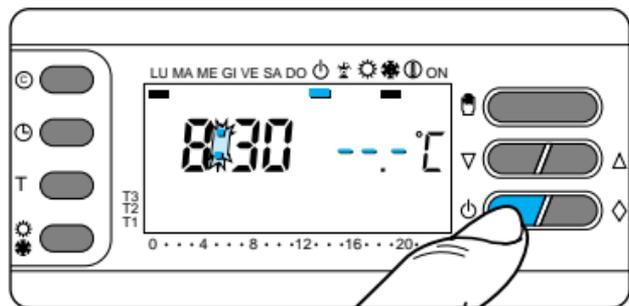

Fig. 69
**13.4** - Pulse dos veces el botón ⏻ (fig. 69).